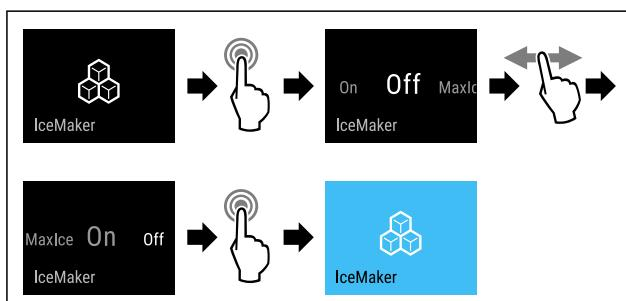

Fig. 16
- Провести етапи операцій (див. Fig. 16).